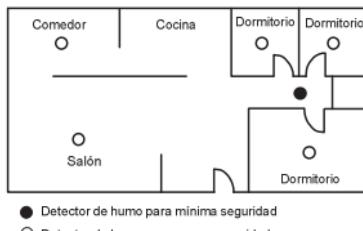

Figura 2: Lugares de ubicación de los detectores de humo y calor en una residencia con una zona de dormitorios.
- ◆ Instale un detector de humo y calor en el pasillo o vestíbulo fuera de cada zona de dormitorios separadas, como se muestra en la Figura 1. Se necesitan dos detectores en casas con dos zonas de dormitorios, como se muestra en la Figura 2.